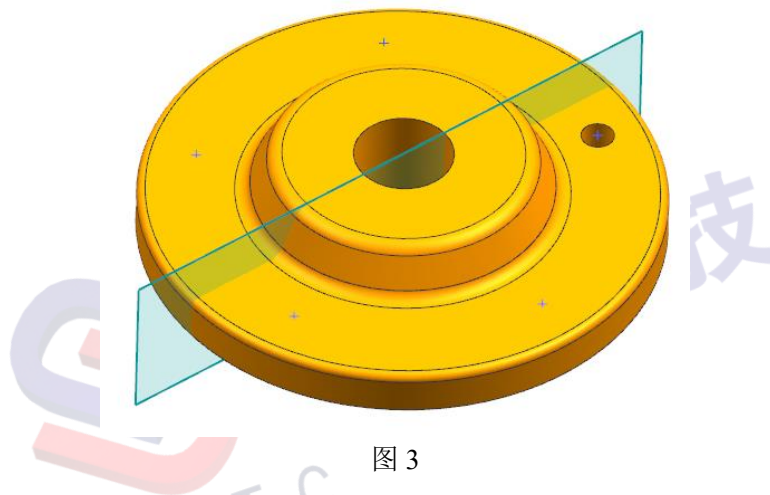

图 3
- 3.根据实际情况，在邻近当前基准平面的点位置处创建需要的孔特征，如图 3 所示：